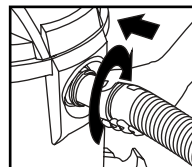

FIGURE 28
36. Réinsérez le tuyau dans l'admission et serrez l'écrou autobloquant. **FIGURE 28.**